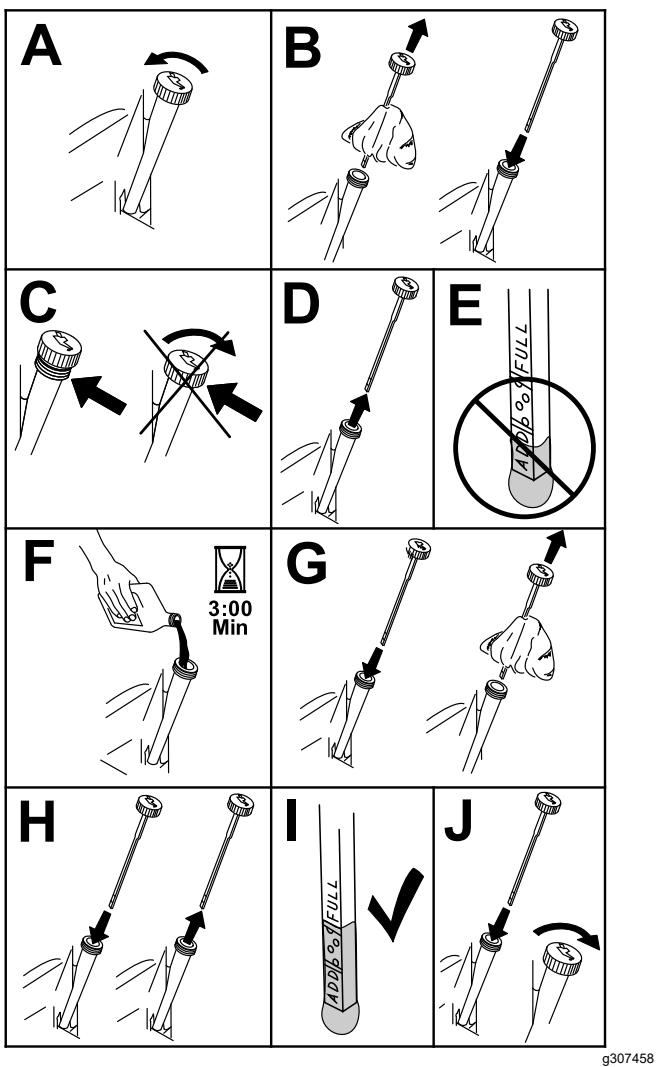

Figura 16
- Para que no entre suciedad, recortes de hierba, etc., en el motor, limpie la zona alrededor del tapón de llenado/varilla de aceite antes de retirarlo (Figura 16).